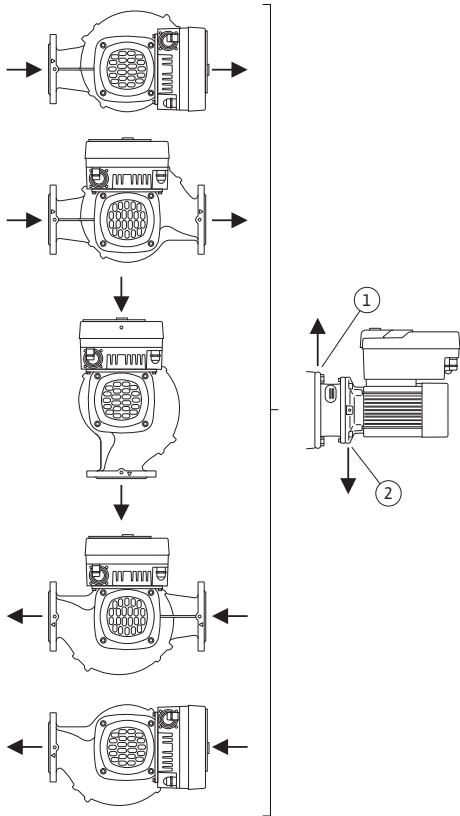

Fig. 17: Posizioni di montaggio ammesse con albero orizzontale
- Con albero del motore orizzontale è necessario che il foro di condensa sia rivolto verso il basso (Fig. 17, pos. 2). Eventualmente il motore deve essere ruotato.